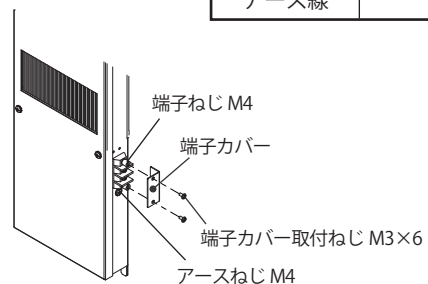

図 10 端子台カバー取付
2. 付属の端子カバー取付ねじ M3×6 にて、端子カバーを取付けてください。(図 10)